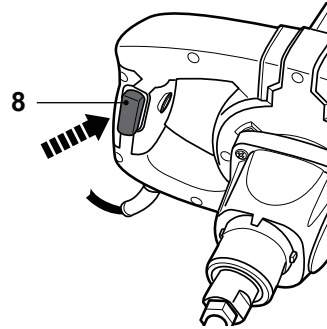

Fig. 11
>Encender el producto pulsando el interruptor de encendido/apagado (8) (Fig. 11).